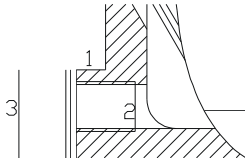

图 11-2-28
STEP 02 同样的把偏移出来的直线再向左边偏移，偏移值分别为 1.5 和 16，效果发图 11-2-28 所示。
找到 1 个 // 选择图 11-2-28 中的直线 1
选择对象：找到 1 个 // 选择图 11-2-28 中的直线 3
选择要延伸的对象，或按住 Shift 键选择要修剪的对象，或 [投影(P)/边(E)/放弃(U)]： // 选择图 11-2-28 中的直线 1
选择要延伸的对象，或按住 Shift 键选择要修剪的对象，或 [投影(P)/边(E)/放弃(U)]： // 选择由图 11-2-28 中的直线 1 镜像而得的直线